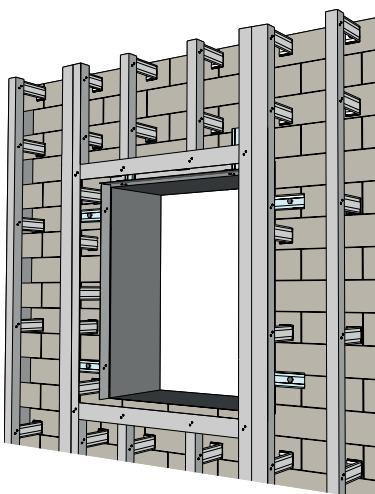
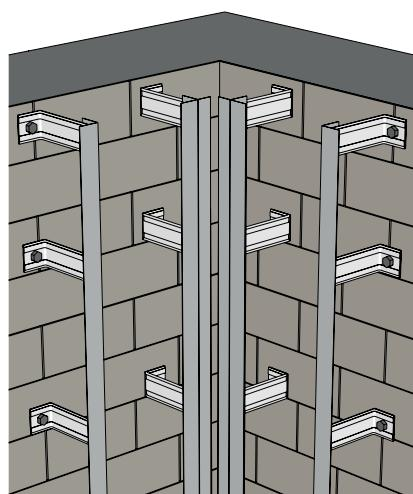
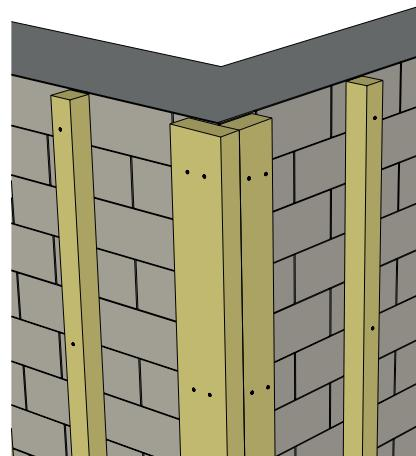

Рисунок 17. Окненный проем
Рисунок 18. Внутренний угол металлической обрешетки НФС GL
Рисунок 19. Наружный угол деревянной обрешетки
9.8 Для металлической и деревянной обрешетки, вокруг оконных, дверных и прочих проемов (рис. 17), во внутренних углах (рис. 18) обрешетка устанавливается сплошной и широкой (100-150 мм). Под соединительную Н-планку, наружных углах (рис. 19), сплошной и широкой устанавливается только на деревянной обрешетке.